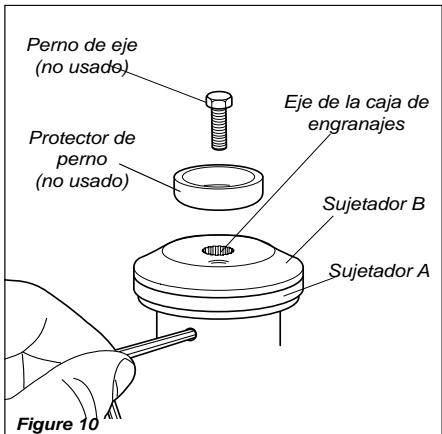

Figura 10
1. Con el eje de salida de la caja de engranajes cara arriba, gire el eje central y el sujetador A hasta que la muesca en el sujetador A se aline con la muesca en el borde de la caja de engranajes, y luego asegure el sujetador a la caja de engranajes insertando el lado más largo de la llave hexagonal a través de ambas muescas. Consulte la figura 10.
2. Usando la llave combinación de bujía/destornillador, retire el perno de eje y el protector de perno. Consulte la figura 10.